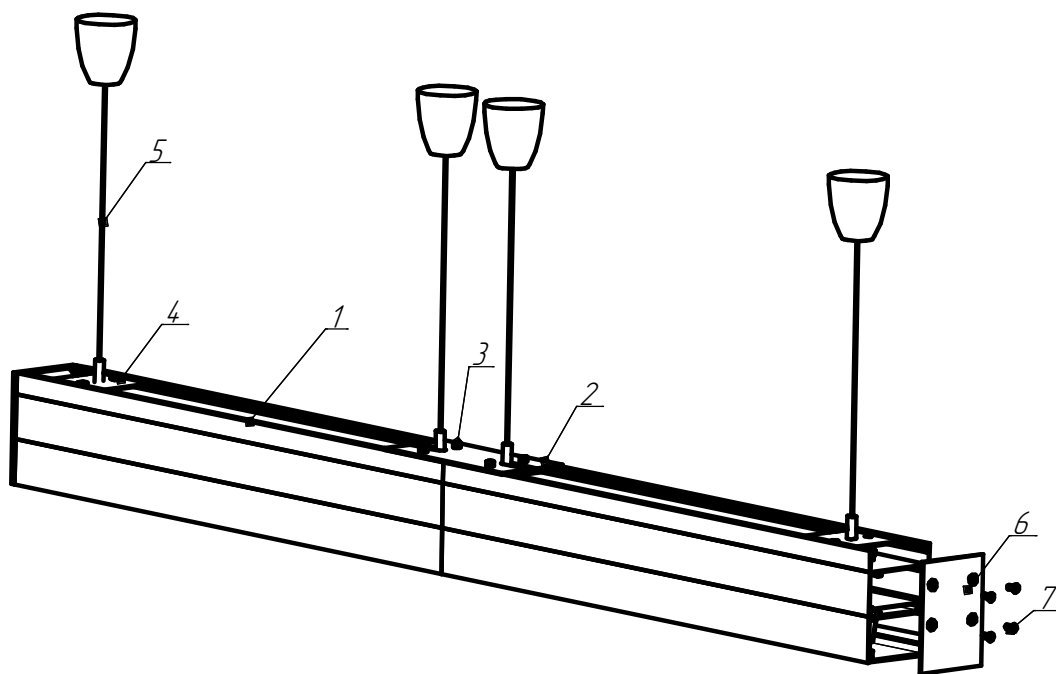

Рисунок 4 - Схема соединения светильников в линию.
5.8 **Установка светильника в линию (см. рисунок 4) :**
5.8.1 Для установки светильников в линию светильники необходимо снять торцевые крышки в месте соединения светильников. Затем при помощи пластины соединительной ЛПО02 поз.2, винтов поз.3 и пластины подвеса (рисунок 4) соединить светильники.